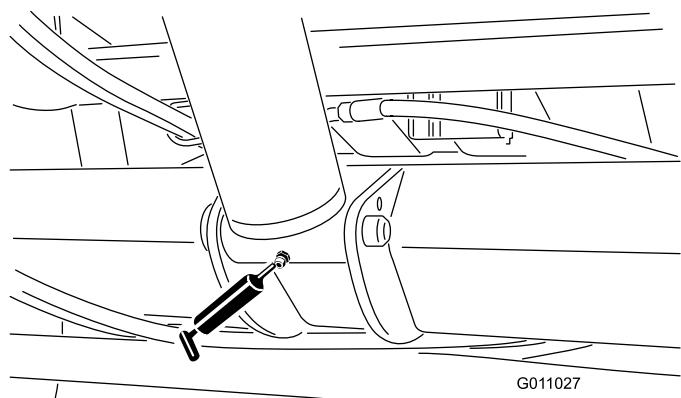

Figura 31
- Cilindro de elevação (2) (Figura 31).